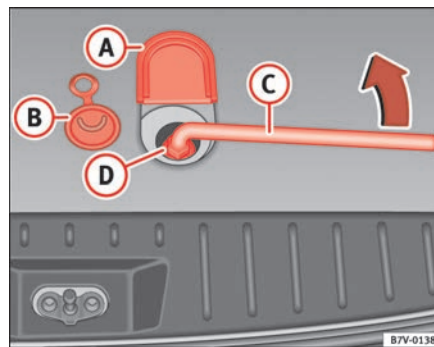

Fig. 151 Extracción de la rueda de repuesto
1. Levante hacia delante la tapita **A** ⇒ fig. 151 que se encuentra en el piso del maletero, junto al cierre del portón trasero.
4. Saque la llave de rueda ⇒ página 247, fig. 151 (C) y gire el tornillo del piso del maletero varias veces a la derecha, hasta que la rueda defectuosa quede apoyada firmemente contra el lado inferior del piso del maletero ⇒ ⚠ en “Extracción de la rueda de repuesto”, página 247.
5. Cierre el orificio con la junta de goma ⇒ página 247, fig. 151 (B) y baje la tapa (A).